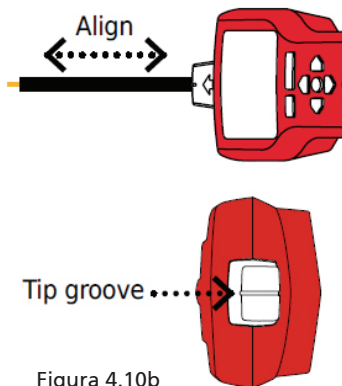

Figura 4.10b
5. Posicionamiento del receptor: Para obtener mejores resultados, alinee la marca del sensor de punta con la dirección del cable como se muestra. Si no se alinea correctamente, es posible que se pierda la señal. (consulte la Figura 4.10b).